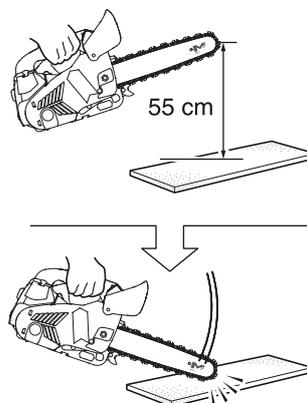

Fig. 22
- > Saisissez les poignées avant et arrière de l'appareil (sans trop les serrer) et tenez le guide-chaîne à une hauteur d'environ 55 cm (Fig. 22).